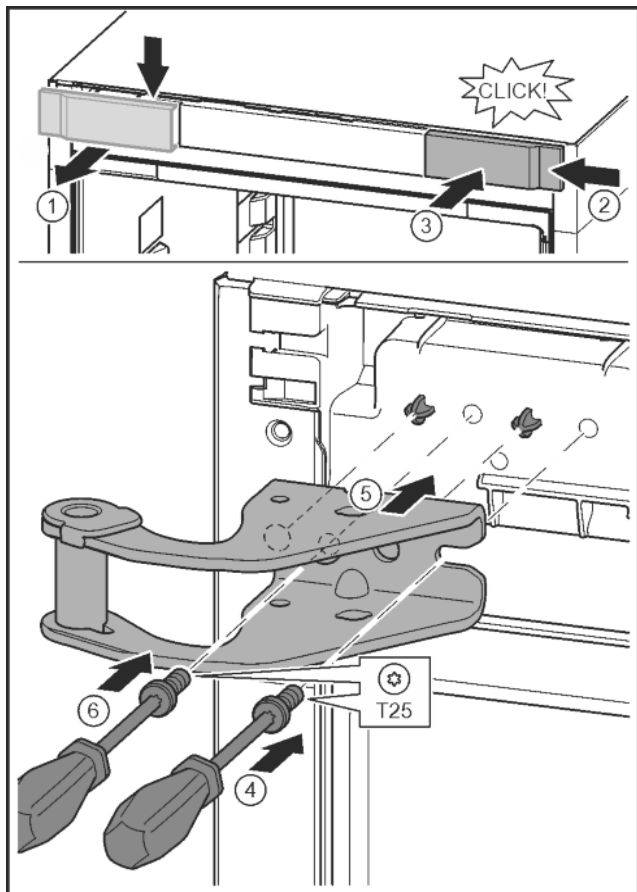

Fig. 11
- ▶ За допомогою викрутки ослабте та зніміть кришку збоку. Fig. 11 (1)
- ▶ Почепіть кришку, що повернута на 180°, з іншого боку праворуч. Fig. 11 (2)
- ▶ Зафіксуйте кришку. Fig. 11 (3)
- ▶ Встановіть гвинт за допомогою викрутки T25. Fig. 11 (4)
- ▶ Встановіть верхній опорний кронштейн. Fig. 11 (5)
- ▶ Закрутіть гвинт. Fig. 11 (4)
- ▶ Встановіть та закрутіть гвинт за допомогою викрутки T25. Fig. 11 (6)